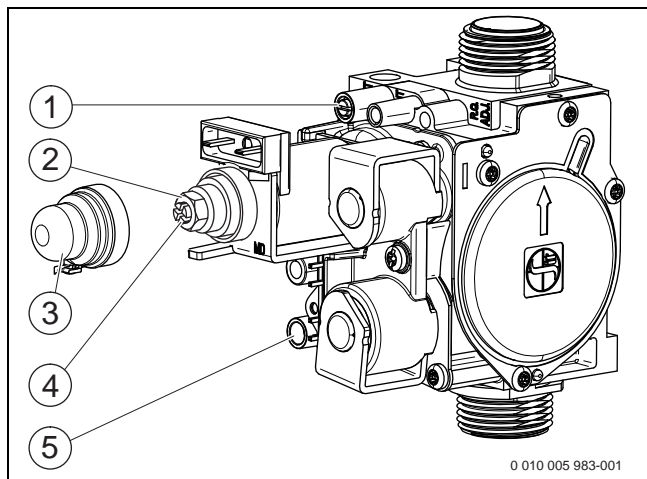

Рис. 31 Газовая арматура
- ▶ Отверните уплотнительный винт штуцера измерения давления на форсунках ( рис. 31, [1]) и подсоедините U-образный манометр.
- ▶ Снимите крышку ( рис. 31, [3]).
- ▶ Значение «max» давления (мбар) на форсунках приведено в таб. на стр. 42. Установите давление на форсунках регулировочным винтом максимального расхода газа ( рис. 31, [2]). Поворот направо - больше газа, поворот налево - меньше газа.
- ▶ Значение «min» давления (мбар) на форсунках приведено в таб. на стр. 42. Установите давление на форсунках регулировочным винтом минимального расхода газа ( рис. 31, [4]).
- ▶ Выключите котёл и закройте газовый кран, отсоедините U-образный манометр и заверните уплотнительный винт (рис. 31, [1]).
- ▶ Отверните уплотнительный винт на штуцере измерения подаваемого давления газа ( рис. 31, [5]) и подсоедините манометр.
- ▶ Установите и опломбируйте крышку ( рис. 31, [3]).
- ▶ Снимите заглушку с измерительного штуцера дымовых газов (→ рис. 31, [1]).